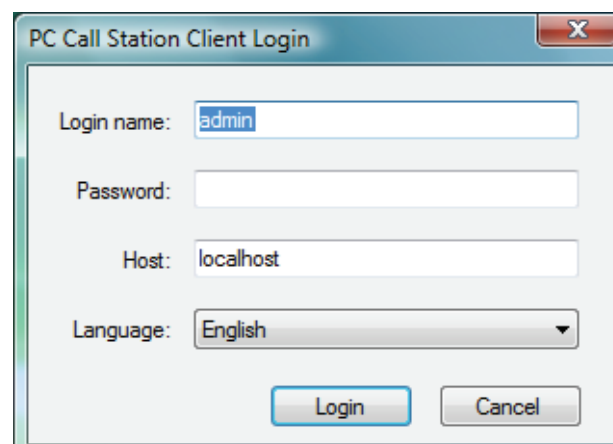

Abb. 60.1: PC Sprechstellen-Client-Login
- 2 Klicken Sie auf *PC Sprechstellen-Client*. Es erscheint ein Bildschirm, der dem in Abb. 60.1 ähnelt.